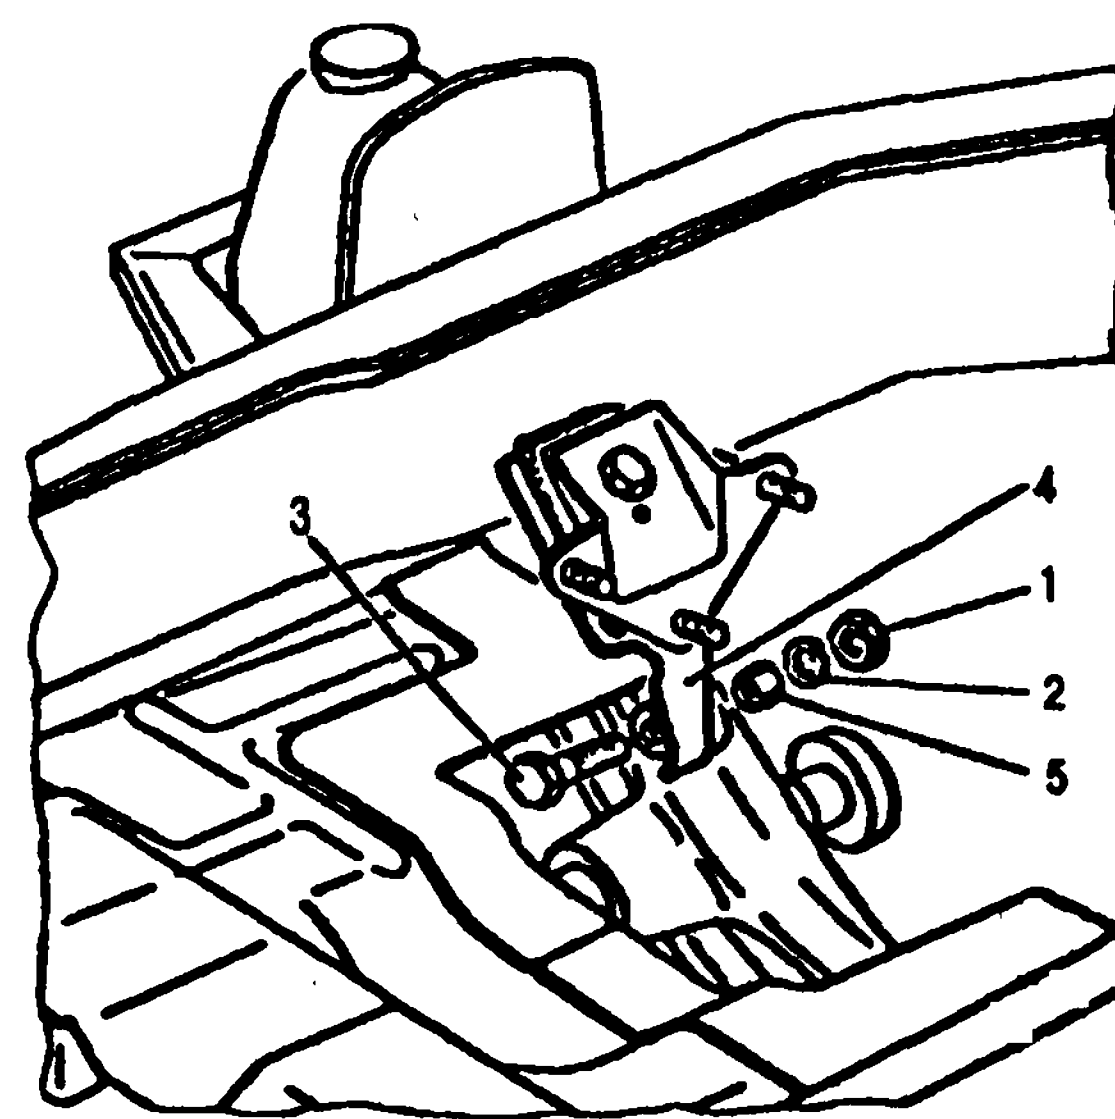

Рис. 9.12. Снятие болтов крепления кронштейна двигателя: 1 - гайка; 2 - шайба; 3 - болт; 4 - кронштейн; 5 - втулка
- отвернуть гайки 1 (рис. 9.12) крепления кронштейна 4 к поперечине подвески и вынуть болты 3, разжимные втулки 5 с шайбами 2. Если болты не вынимаются, необходимо подвижным упором (домкратом) под двигателем или ослаблением натяжения